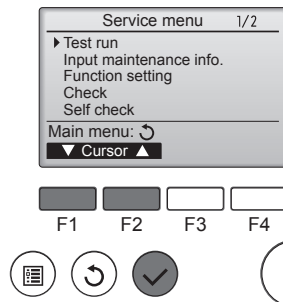

Fig. 7-1
- 1 Seleccione "Test run" (Testar funcio.) no menu Serviço e prima o botão [OK]. (Fig. 7-1)